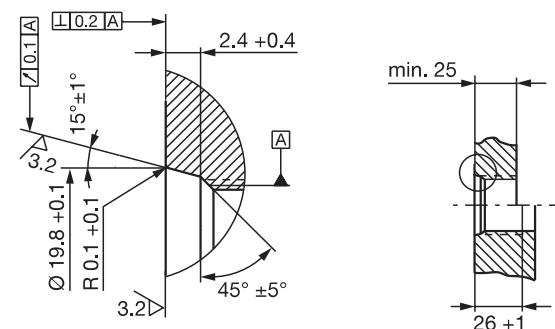
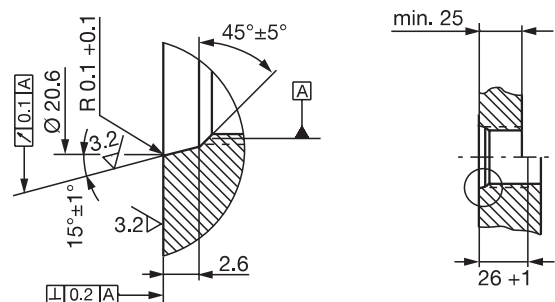

Bild 4-3: Einschraubloch M18x1.5 nach ISO 6149 O-Ring 15.4x2.1
Bild 4-4: Einschraubloch 3/4"-16UNF nach SAE J475 O-Ring 15.3x2.4
- ▶ Einschraubloch mit Gewinde (gegebenenfalls Ansenkung für den O-Ring) gemäß Bild 4-3 bzw. Bild 4-4 herstellen.